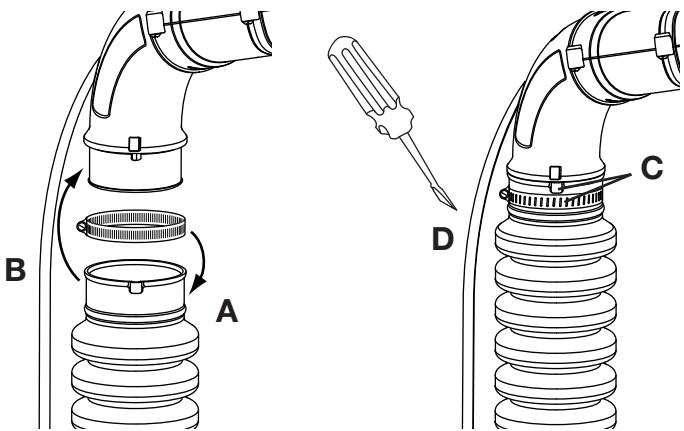

Fig. 1
1. Coloque una abrazadera de manguera sobre el extremo del tubo flexible (Fig. 1, A).
2. Deslice el extremo del tubo flexible con la abrazadera colocada sobre la boquilla de la caja de impielente (Fig. 1, B).
3. Alinee el tope del tubo flexible con el tope de la boquilla del motor (Fig. 1, C).
4. Apriete el tornillo situado en la abrazadera de la manguera para asegurar el tubo flexible a la boquilla de salida del impielente (Fig. 1, D).